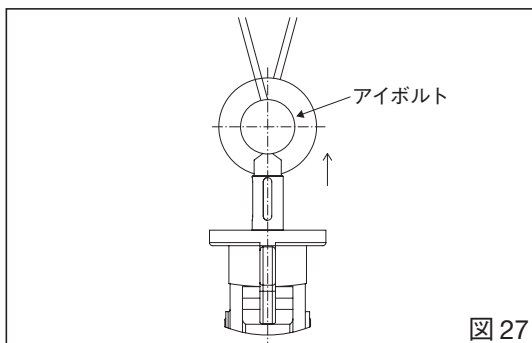

図 27
4.上軸弁棒頭部のタップ穴を利用し、アイボルトを取付け、クレーンで弁棒を引き抜いてください。同時にプッシュも抜いてください。(図27)